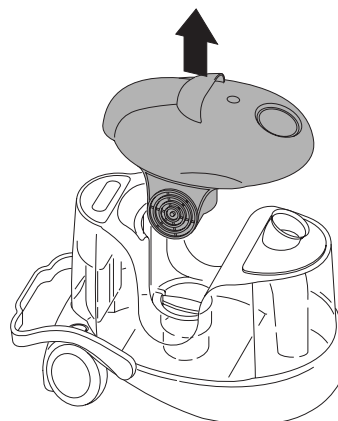

рис. 2
- Снимите головку двигателя C (рис. 2).